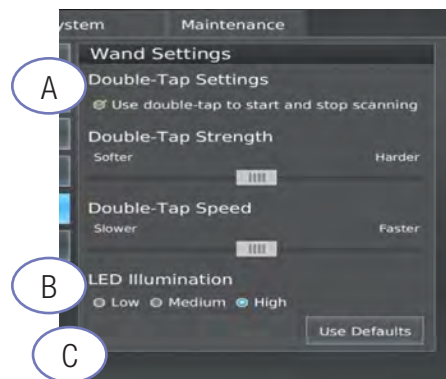

Figure 6. Paramètres — Baguette
- Appuyer sur le bouton **Activation double tapotement** (Figure 6-A) en haut de l'écran des paramètres de la baguette.
- Appuyer sur le bouton **Enregistrer** (Figure 6-C) pour activer.
L'utilisateur peut configurer le réglage de la lumière LED pour la baguette. Par défaut, les voyants LED sont réglés sur **Élevé** (Figure 6-B.).
Légendes de la Figure 6